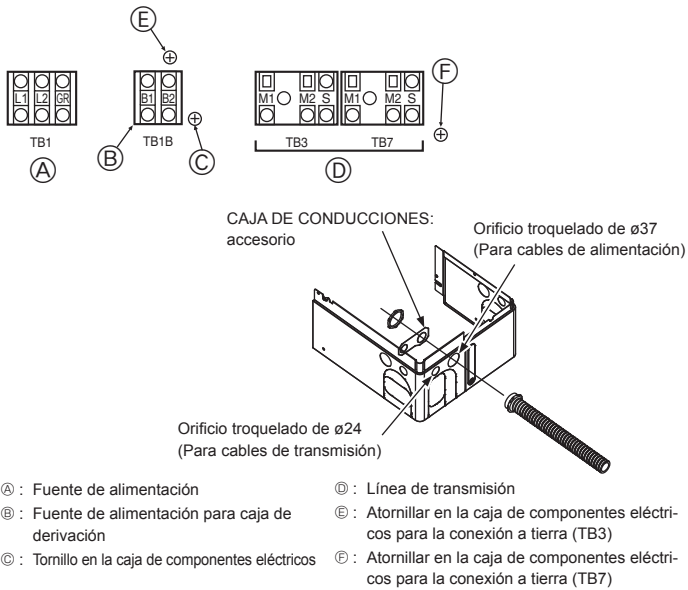

Fig. 6-1
6.2. Caja de control y posición de conexión de los cables (Fig. 6-1)
- Conecte el cableado entre la unidad exterior y la caja de derivación al bloque de terminales de transmisión (TB3) de la unidad exterior. Conecte el cableado entre la unidad exterior y el sistema de control centralizado al bloque terminales de transmisión (TB7) de la unidad exterior. Al utilizar cableado blindado, conecte la tierra del cableado blindado al terminal de blindaje (S) del bloque de terminales (TB3) o (TB7). Si se ha cambiado la conexión del conector de la fuente de alimentación de transmisión de la unidad exterior de CN41 a CN42, conecte el terminal de blindaje (S) del bloque de terminales (TB7) al tornillo F utilizando el cable conductor incluido.
* El terminal de blindaje (S) del bloque de terminales de transmisión (TB3) se conecta a la tierra E cuando la unidad sale de fábrica.